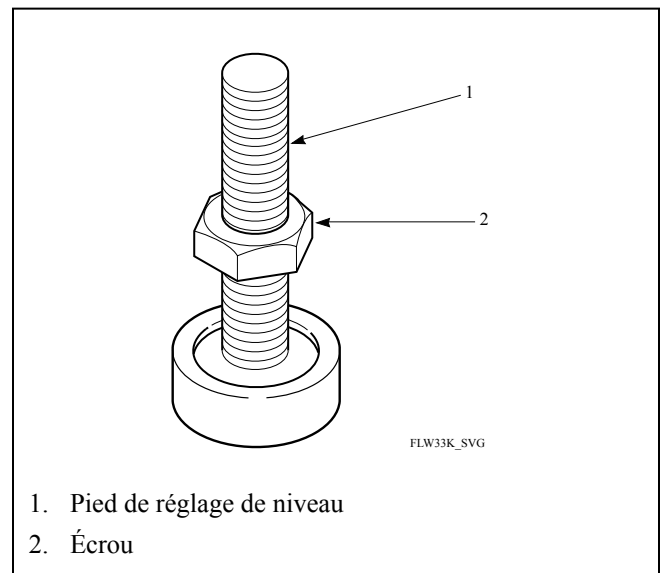

Figure 1
- b. Visser chaque écrou jusqu'à 2,5 cm (un pouce) du bas de chacun des pieds de nivellement. Il doit y avoir assez de place pour insérer une clé afin d'ajuster le pied et de serrer l'écrou. Voir la *Figure 1*.
7. Visser chaque écrou jusqu'à 2,5 cm (un pouce) du bas de chacun des pieds de nivellement. Il doit y avoir assez de place pour insérer une clé afin d'ajuster le pied et de serrer l'écrou. Voir la *Figure 1*.